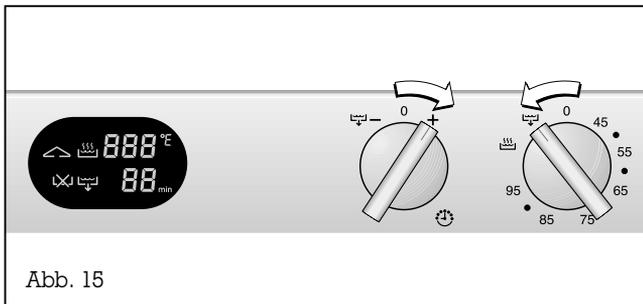

Abb. 15
- Drehen Sie den Bedienelement „Kurzzeitwecker“ nach rechts auf die Position **+** und halten Sie den Bedienelement auf dieser Position (Abb. 15).